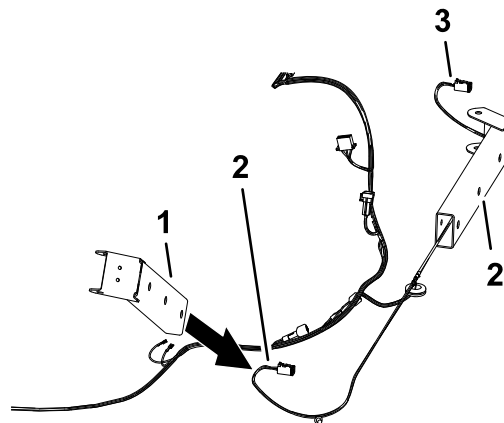

Figura 10
1. Montate i 2 supporti della luce operativa sulla diramazione di 112 cm (44") del cablaggio preassemblato e la diramazione di 99 cm (39") del cablaggio preassemblato, come illustrato nella Figura 10.